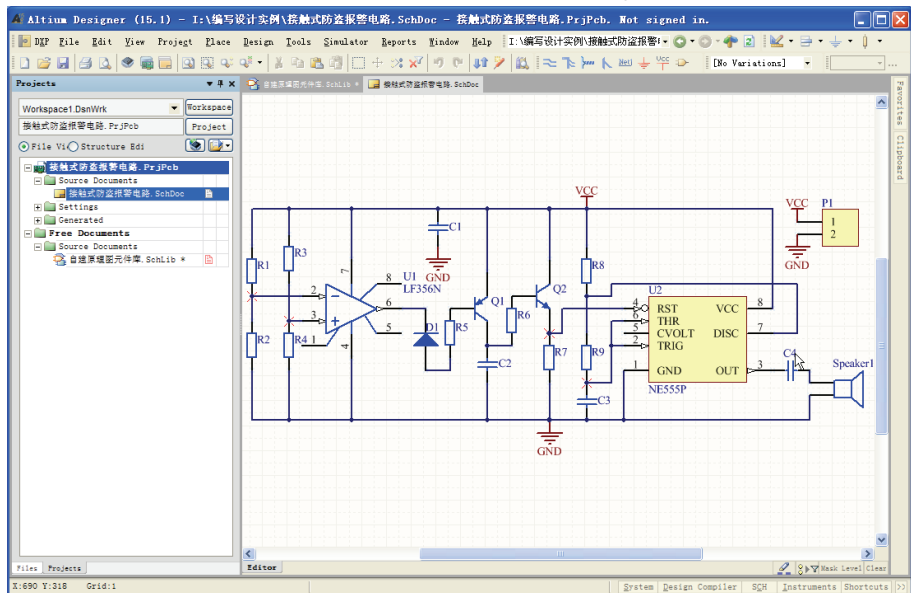

图 4-38 原理图项目文件——接触式防盗报警电路.PrjPcb
(1) 打开设计原理图项目文件“接触式防盗报警电路.PrjPcb”，如图 4-38 所示。